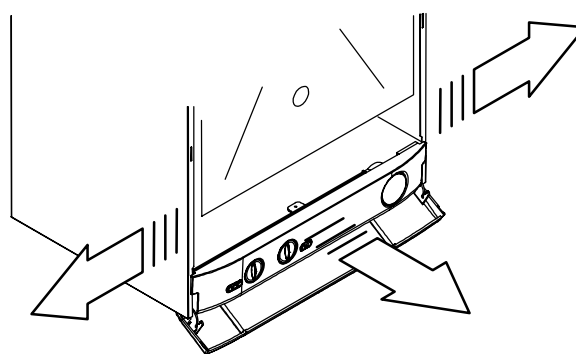

Fig. 5.12
- 3 Move the lower part of the side panels as indicated in Fig. 5.12 and pull the control panel. When completely pulled out, the panel can rotate 45° downwards to facilitate the operations on the internal parts.
- 3 Сдвиньте нижнюю часть боковой панели как указано на рис. 5.12 и извлеките панель управления. После того, как Вы ее полностью извлекли, панель можно повернуть на 45 гр.по направлению вниз, чтобы обеспечить свободный доступ к внутренним частям.